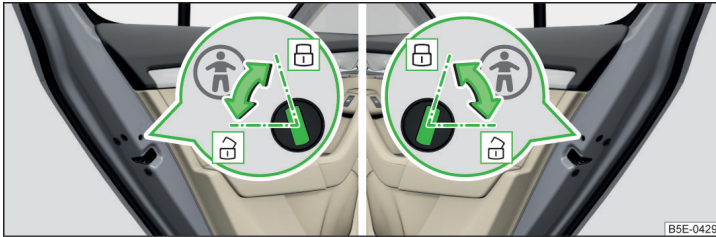

Abb. 54 Hintertür: Kindersicherung ein- / ausschalten
- Zum **Einschalten** die Sicherung mit dem Fahrzeugschlüssel in die Position drehen » Abb. 54.